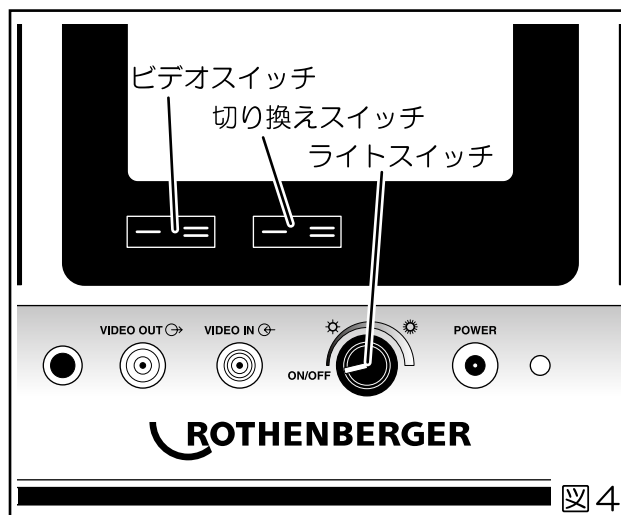

図4
- ・状況に応じてライトの明るさを調整してください。（図4）